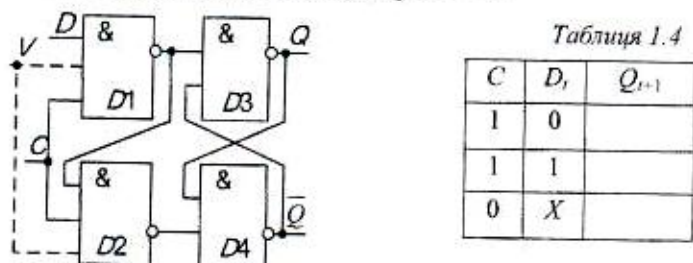

Рис. 1.4 D -тригер на елементах І-НЕ
1. Складіть схему тригерів за рис. 1.4, б.